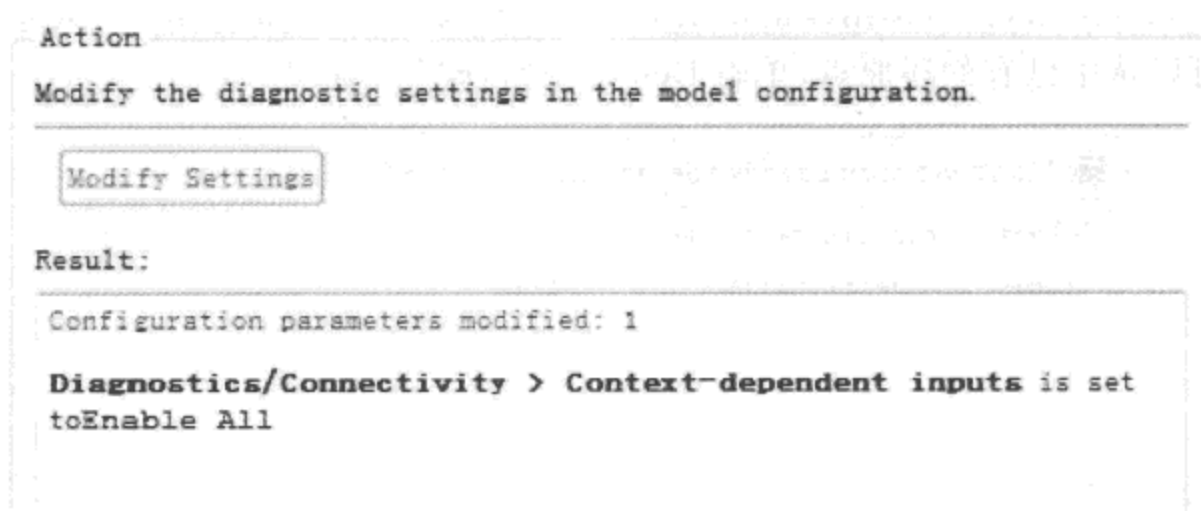

图 9.5.52 自动修改
② 单击 **Run This Check**,再次检查该项目,节点图标变成,说明检查通过。
(2) 自动修改。有些检查项提供了自动修改功能,它能自动执行 Analysis 结论区列出的所有修改意见。因此用户需要事先了解这些修改意见的意义,如果不需要全部修改,则可不使用自动修改功能。例如检查项 **Check usage of function-call connections** 标记了黄色惊叹号,单击该节点,再单击右侧页面下部 Action 区的按钮 **Modify Settings**,结果区列出本次修改的内容,如图 9.5.52 所示。